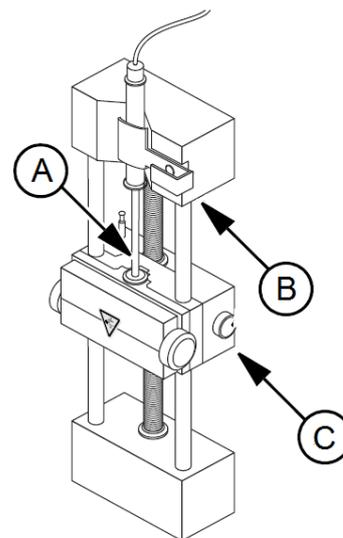

Figura 1. Conectando a seringa ao sistema. A: êmbolo da seringa. B: Trava para soltar e prender a seringa. C: Botão para liberar a base da seringa.
1.1.4. Pressione o botão de liberação do lado direito da base da bomba de seringa e abaixe a base para inserir a seringa. Coloque a seringa cuidadosamente na posição e utilize a trava para prendê-la ao sistema (Figura 1). Nunca solte a trava bruscamente, prenda a seringa com cuidado.